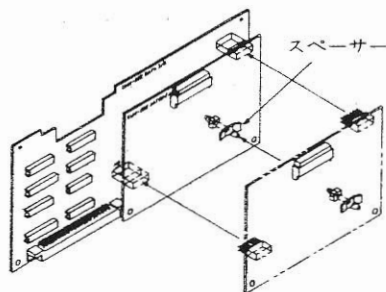

図 1
- (3)DATA I/OユニットのJ45(10ピン)、J46(12ピン)と、インターフェースユニットのP45、P46とにより、両プリント板を接続します。このとき、スペーサー(プラスチック製)も忘れずに接続して下さい。(図1を参照)